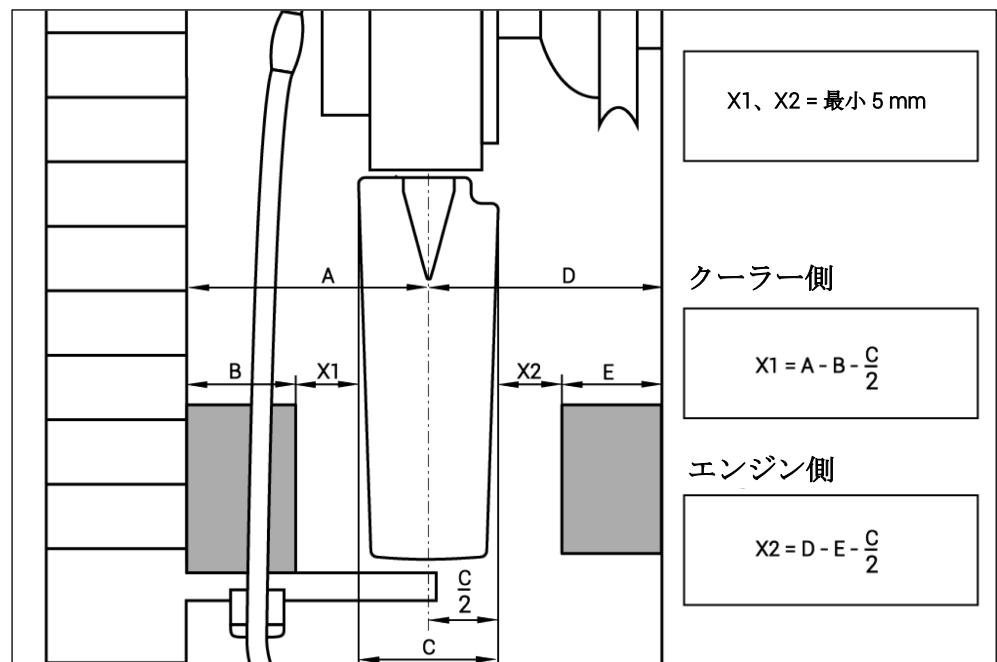

図 : 38
33) 邪魔になるものがないか測定します（図 : 38 参照）。